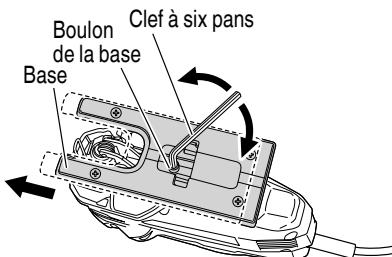

Fig. 12
- (1) Desserrer le boulon de la base avec la clé à six pans fixée à la base. (Fig. 12)
- (2) Déplacer la base à fond vers l'avant, puis resserrer le boulon de la base. (Fig. 12)
- (1) Desserrer le boulon de la base avec la clef à six pans fixée à la base. (Fig. 12)
- (3) Réglér la position orbitale sur "0".
- (3) Resserrer le boulon de la base. (Fig. 12)
- (4) Réglér la position orbitale sur "0" - "III".